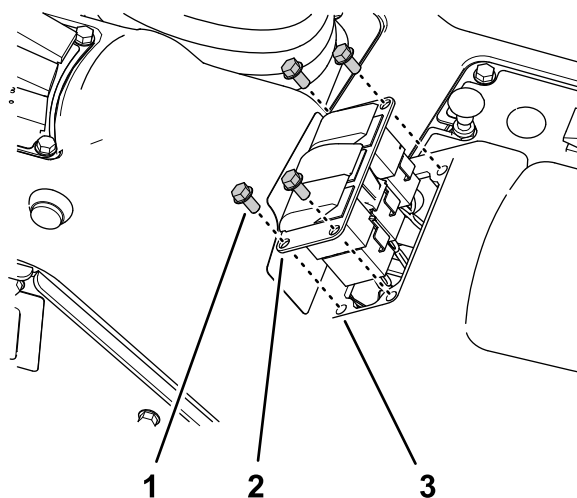

Рисунок 33
3 переключателями к пульту управления (Рисунок 33).
- Отсоедините 8-гнездовой разъем жгута проводов машины (с маркировкой **Rate Switch (переключатель интенсивности опрыскивания)**) от 8-штыревого разъема переключателя (Рисунок 33).
- Совместите заглушку переключателя с отверстием в панели с 3 переключателями, откуда был снят переключатель интенсивности опрыскивания (Рисунок 33).
- Вставьте заглушку переключателя в панель с 3 переключателями до срабатывания защелки, которая надежно зафиксирует заглушку в панели (Рисунок 33).